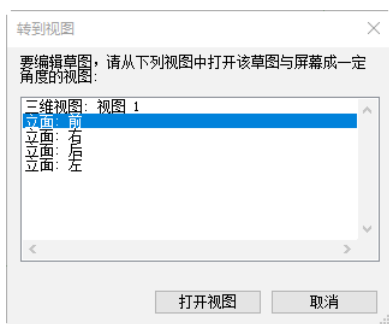

图 3-50 “转到视图”对话框
(4) 单击“放样”面板中“编辑轮廓”按钮，打开如图 3-50 所示“转到视图”对话框，选择“立面：前”视图绘制轮廓，如果在平面视图中绘制路径，应选择立面视图来绘制轮廓。单击“打开视图”按钮。